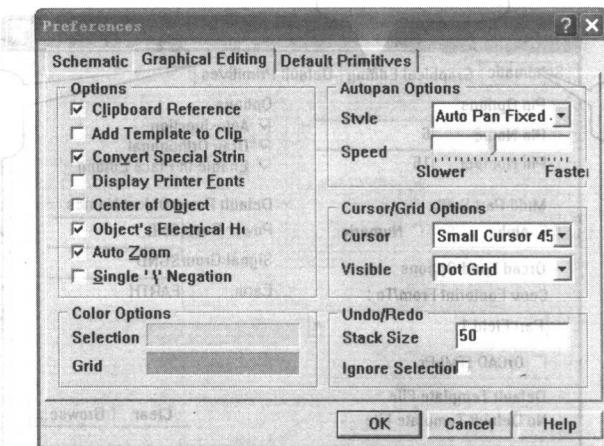

图 1-8 图形编辑页面
- ④ Default PowerObject Names 区域，用于设置当前地线的名称。
(2) Graphical Editing 页面 (图 1-8)。即图形编辑页面，有如下设置。